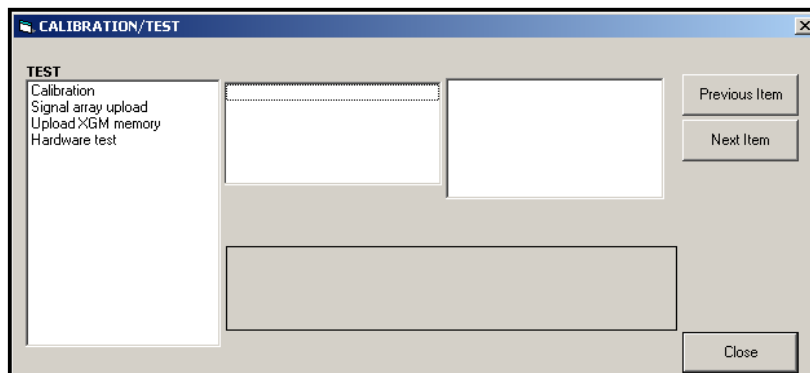

Figure 10 : Accéder au menu de calibrage/test
5. Pour entrer des données dans le programme utilisateur, double-cliquez sur le menu Calibrage/Test. La fenêtre ressemble à la Figure 10.
1. Dans le menu Calibrage/Test (voir Figure 10 à la page 42), double-cliquez sur l'entrée *Calibrage* pour ouvrir l'option.
Pour calibrer une carte d'option installée dans l'emplacement 1 du XGM868i, entrez dans le menu de *calibrage / test* comme illustré à la Figure 10 à la page 42.